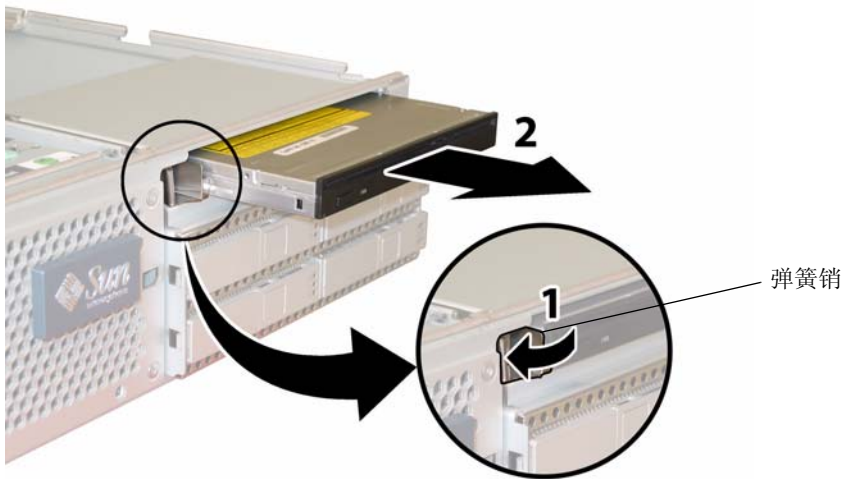

图 4-15 拆卸 DVD-ROM 光盘驱动器
8. 将 DVD-ROM 光盘驱动器前面的弹簧销拉到左侧并按住它。用您的另一只手从后面触及驱动器，并将其从机箱前面推出。请参见图 4-15。